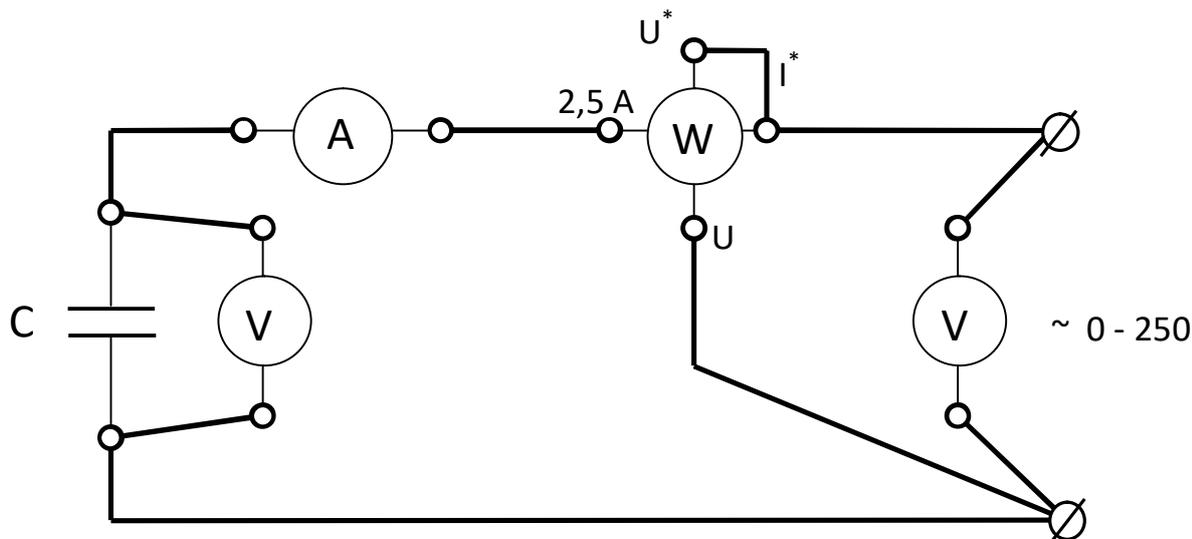

Рис. 2.7. Схема для исследования цепи с конденсатором
15. Соберите цепь, изображенную на рис. 2.7.